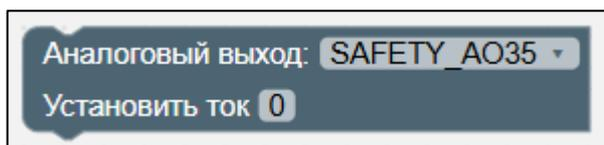

Рисунок II-37 – Блок «Аналоговый выход. Установить ток»
10. Блок «Аналоговый выход. Установить ток» (см. Рисунок II-37).